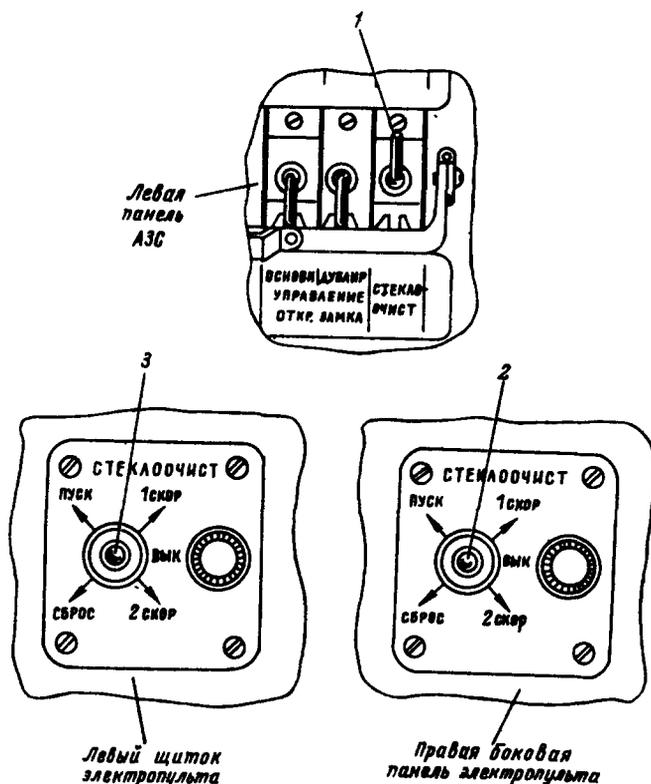

Рис. 91. К проверке работоспособности стеклоочистителей с электромеханизмами ЭПК-2Т:
- включить автомат 1 защиты сети (рис. 91) «Стеклоочист.»;